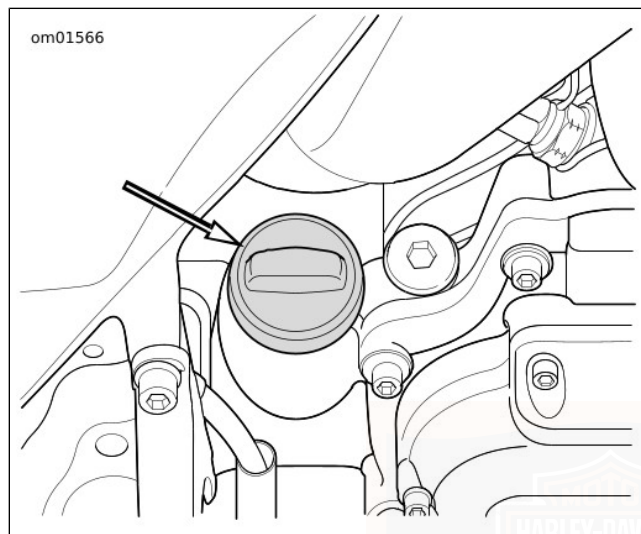

Figura 63. Tappo del rifornimento dell'olio motore
2. Vedere Figura 63 Verificare il livello dell'olio motore.
3. Vedere Figura 63 Controllare il livello dell'olio.